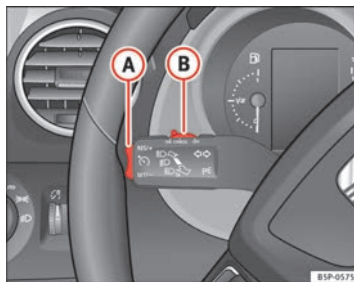

Abb. 152 Blinker- und Fernlichthebel: Schalter und Wippe für die Geschwindigkeitsregelanlage
- Drücken Sie den oberen Teil der Wippe **RES/+** ⇒ Abb. 152 **(A)**, um die Geschwindigkeit zu erhöhen. Solange Sie die Wippe gedrückt halten, beschleunigt das Fahrzeug. Sobald Sie die Wippe loslassen, wird die neue Geschwindigkeit gespeichert.
Wenn Sie die gespeicherte Geschwindigkeit durch Treten des Bremspedals verringern, wird die Geschwindigkeitsregelanlage deaktiviert. Sie können durch einmaliges Drücken des oberen Teils der Wippe **RES/+** → Abb. 152 **(A)** die Regelung wieder aufnehmen.